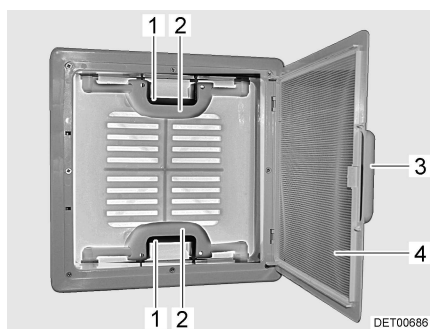

Bild 31 Taklucka med snäpplås
- Drag i handtaget (Bild 31,3).
- Fäll ned insektsskyddet (Bild 31,4).
- Tryck snäpplåset (Bild 31,1) mot takluckans insida. Tryck samtidigt takluckan uppåt med handtaget (Bild 31,2).
- Fäll upp insektsskyddet (Bild 31,4) så att det hakar i.
- Drag kraftigt ner takluckan med hjälp av båda handtagen (Bild 31,2) så långt, att snäpplåsen (Bild 31,1) går i lås.